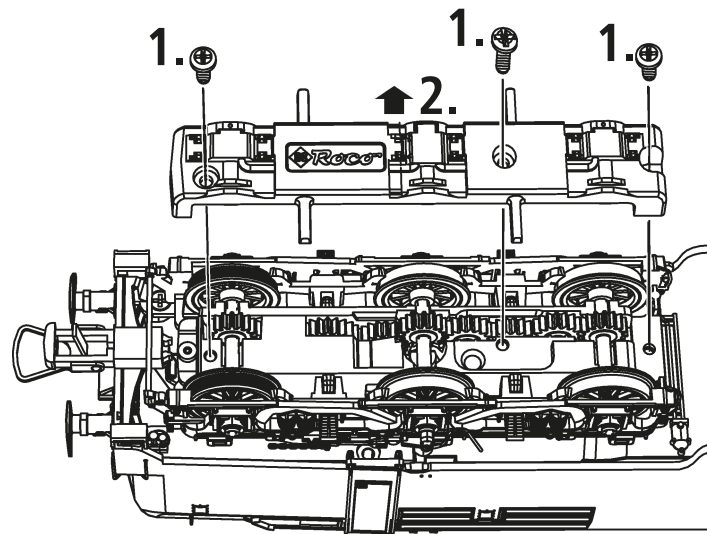

Fig. 4
**2. Schmierung:** Versehen Sie die im Schmierplan in Fig. 7 gekennzeichneten Stellen mit nur **kleinen Öltröpfen**. Dazu zuerst das Lokgehäuse abnehmen (Fig. 4). Wir empfehlen den RO-CO **Öler Art.-Nr. 10906**. Fürs Schmieren der Getriebeteile (Zahnräder, Schnecke) empfehlen wir das **ROCO-Spezialfett Art.-Nr. 10905**. Im Falle der Schmierung diese Teile **nicht ölen**.
**4. Kohlebürstenwechsel:** Lokgehäuse abnehmen (Fig. 4). Danach wird der Motor ausgebaut und die Kohlebürsten ausgewechselt (Fig. 9).
**2. Lubrication:** Apply **tiny oil drops** to spots marked in fig. 7. Prior to lubrication dismantle locomotive (fig. 4). We recommend using item no. **10906, Roco oiler**. For lubrication the gearparts (e.g. cogwheels, worm) we would recommend our Roco **special grease** (item no. **10905**).
**4. Carbon Brush Changing:** First remove loco body (fig. 4), and then the motor (fig. 9).
**1. Schoonmaken van de wielcontacten:** Verwijder de lochuis (fig. 4). en verwijder met een penseel het vuil van de in fig. 6 aangegeven plaatsen.
**2. Het smeren:** Op de aangegeven punten slechts **een enkel oliedruppeltje** (fig. 7). Daartoe wel eerst het lochuis verwijderen (fig. 4). Wij adviseren Rovo-smeerolie art. 10906. Voor het smeren van de aandrijving (tandwielen, wormwielen, etc.) adviseren wij **Roco-smeervet art. 10905**. Let op. Geen olie gebruiken waar smeervet zit.
**4. Het vervangen van de koolborstels:** Loc-kap verwijderen (fig. 4). Daarna tilt u de motor eruit en kunt u de borstels vervangen (fig. 9).
**2. Graissage:** N'appliquez **qu'une toute petite goutte** aux endroits indiqués par le plan de graissage (fig. 7) après avoir démonté la caisse de la locomotive (fig. 4). Nous vous recommandons **le graisseur à huile Roco réf. 10906**. Pour graisser les engrenages (roues dentées, vis sans fin) nous vous conseillons la **graisse spéciale Roco réf. 10905** pour engrenages en matières synthétiques. Lorsque vous utilisez cette graisse il faut éviter d'huiler ces composants.
**4. Remplacement des balais du moteur:** Démontez la caisse (voir fig. 4). Démontez ensuite le moteur et échangez le balais (fig. 9).